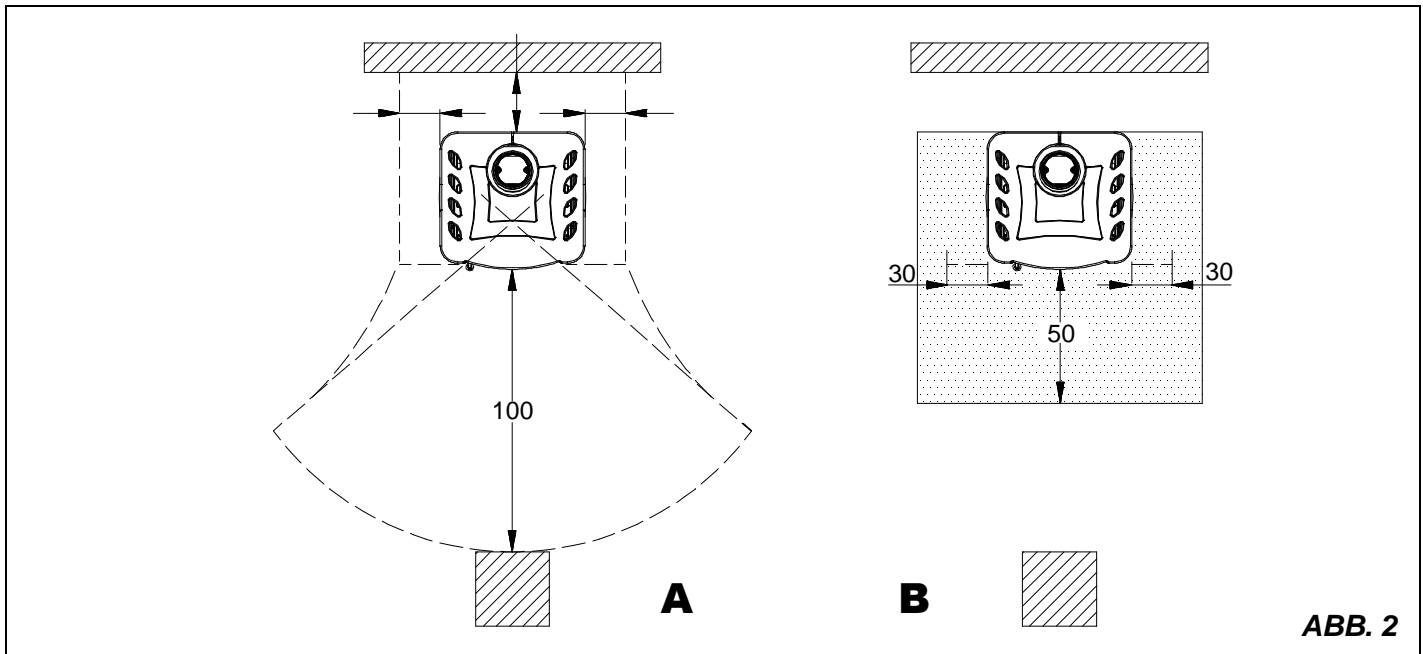

ABB. 2
- a) um eine ausreichende Wärmedämmung zu gewährleisten, muss die Mindestanforderungen für Sicherheitsabstand (ABB. 2 A) eingehalten werden. **Alle Sicherheitsabstände sind auf der Typenschild des Produktes gezeigt und sollten nicht unter der angegebenen Werte liegen.**
- c) Wenn das Produkt auf einem leicht entzündlichen Boden installiert wird, muss ein feuerfester Unterbau vorgesehen werden. **Fußböden aus brennbaren Materialien** wie Teppich, Parkett oder Kork, **müssen durch einen entsprechenden Belag** aus nicht brennbaren Baustoffen, zum Beispiel Keramik Stein, Glas oder Stahl ersetzt werden (Abmessungen nach der regionalen Ordnung). **Falls diese Ersetzung der Fußböden nicht möglich ist, muss das Gerät auf eine mindestens 12 cm dicke Platte aus Stein oder Beton bei brennbaren Bodenkonstruktionen gestellt werden.** Der Belag muss sich seitlich auf mindestens (ABB. 2 B) über die Feuerungsöffnung und vorn auf mindestens **50 cm** hinaus erstrecken.